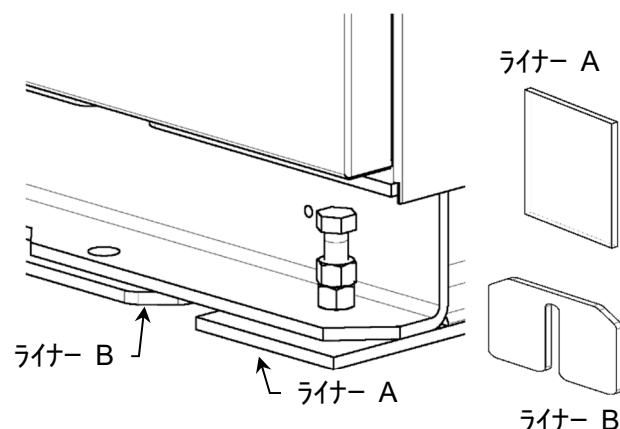

図 4-3
- 1) 機械据付ベッドチャンネルに溶接された前後4箇所のナット(M12)の下、及びアンカー施工4箇所の下に附属の鉄板製ライナーを敷き機械をその上に据付けます。(図4-3)